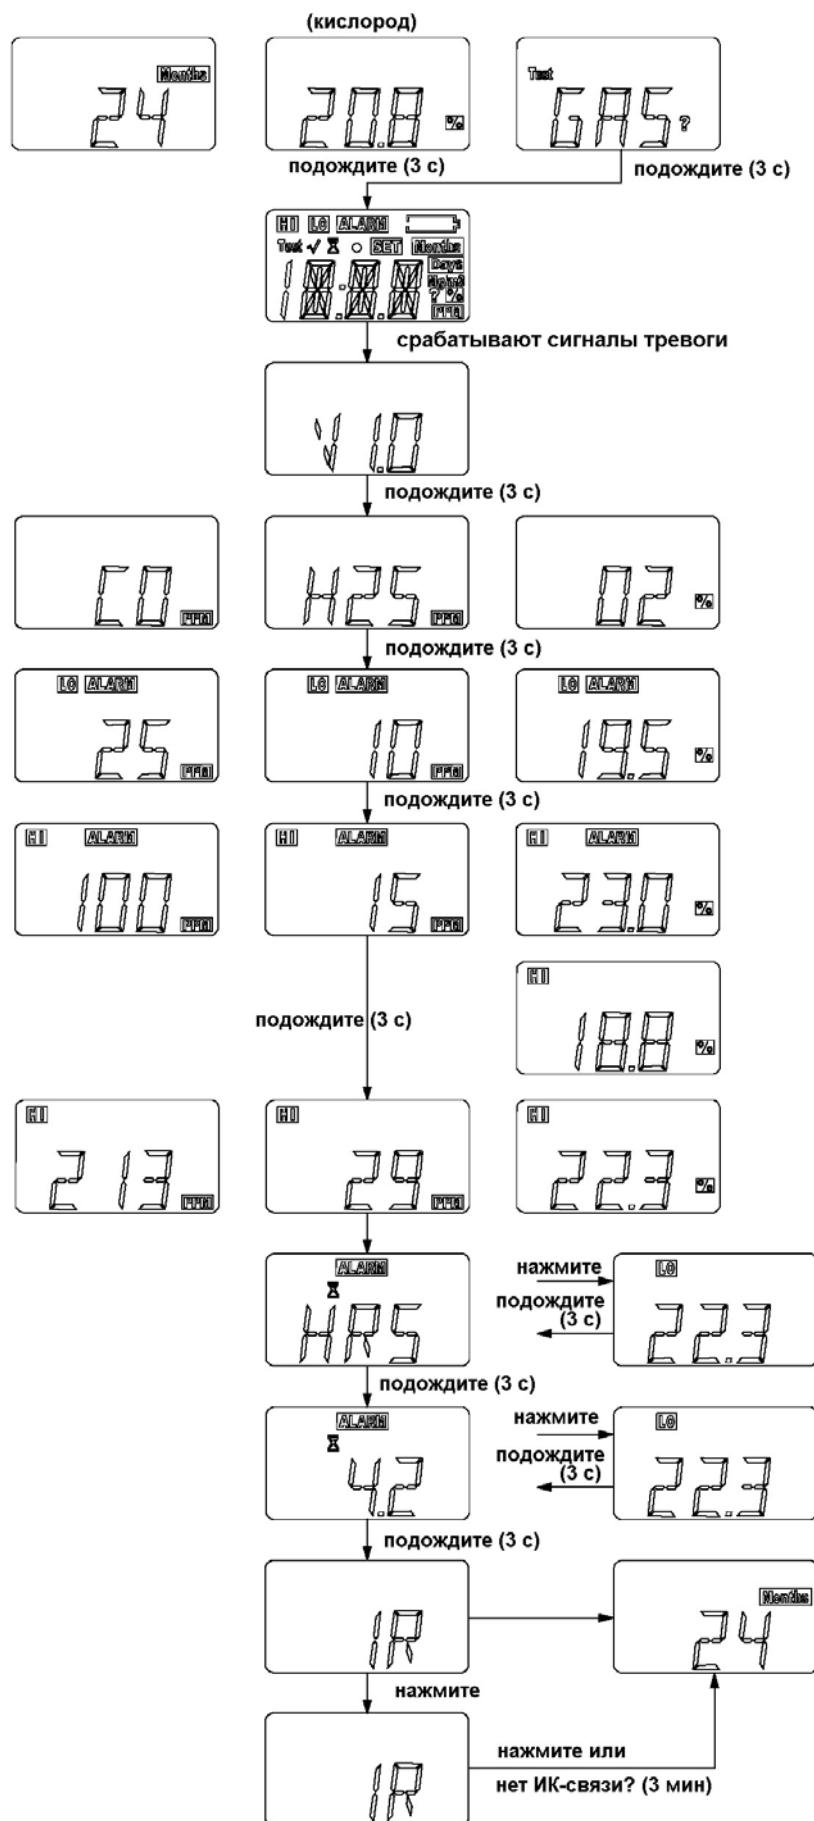

Рис.5 Считывание данных сигнализатора
(1) При нажатии кнопки [TEST] появятся введенные рабочие параметры (см. рис.5).